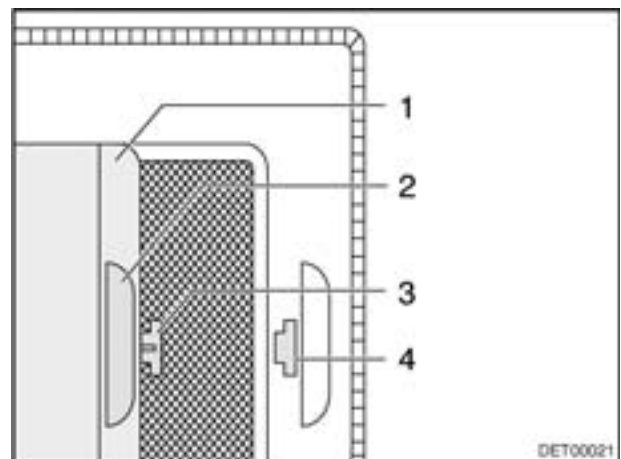

Bild 50 Verdunklungsrollo
- Verdunklungsrollo (Bild 50,1) am Griff (Bild 50,2) ziehen und Haken (Bild 50,3) in die Öffnung (Bild 50,4) einhängen.
- Haken (Bild 50,3) aus der Öffnung (Bild 50,4) ziehen und Verdunklungsrollo zurückführen.